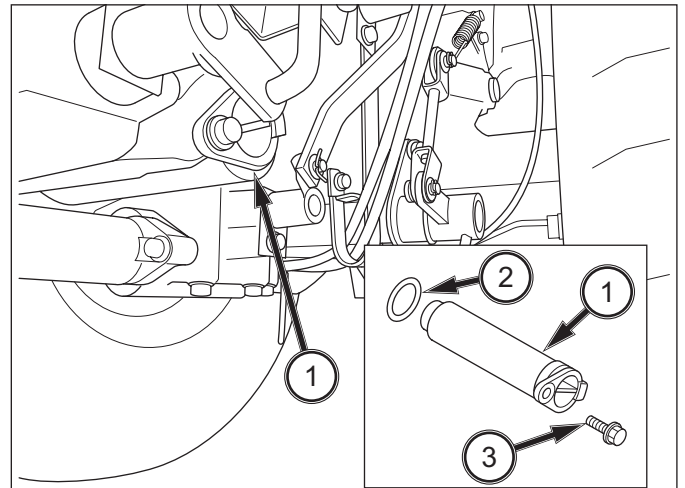

ABB. 132
ABB. 132: Den Getriebeölfilter (Ansaugung) beim Ablassen des Öls säubern. Die Schraube (3) lösen und den Filter (1) herausziehen. Beim Wiedereinbau Fett auf den O-Ring (2) auftragen, damit er nicht beschädigt wird.